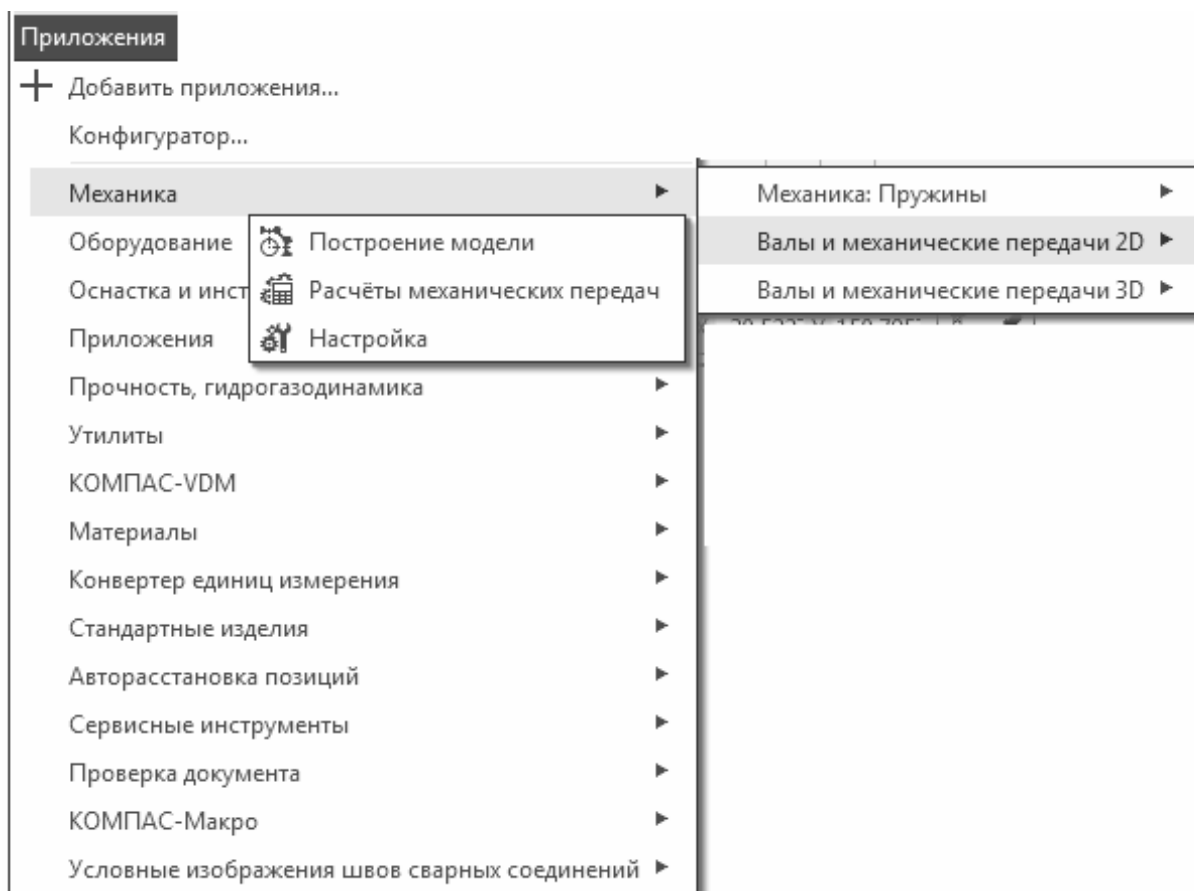

Рис. 15.3. Активация приложения «Валы и механические передачи 2D»
2. Активировать прикладную библиотеку, пройдя по пути: вкладка «**Приложения**» → «**Механика**» → «**Валы и механические передачи 2D**» → «**Построение модели**». В результате откроется окно приложения «Валы и механические передачи 2D» (рис. 15.3).